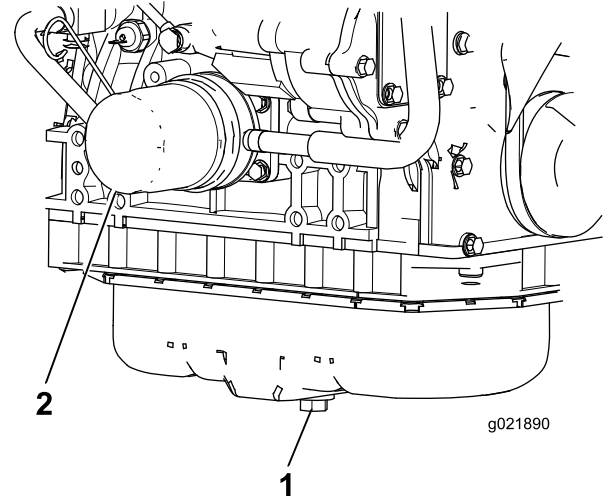

Figura 83
1. Retire el tapón de vaciado y deje fluir el aceite a un recipiente apropiado (Figura 83).
3. Retire el filtro de aceite (Figura 83).